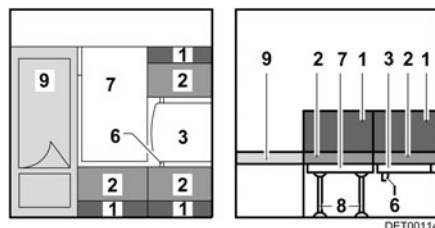

Fig. 88 Pendant la transformation
- Suspendre la table dans la baguette de support inférieure (Fig. 88,6) et la déposer sur la barrette.
- Rabattre la planche supplémentaire (Fig. 88,7).
- Placer les pieds de support (Fig. 88,8) dans la planche supplémentaire.
- Poser la planche supplémentaire à côté du lit (Fig. 88,9).